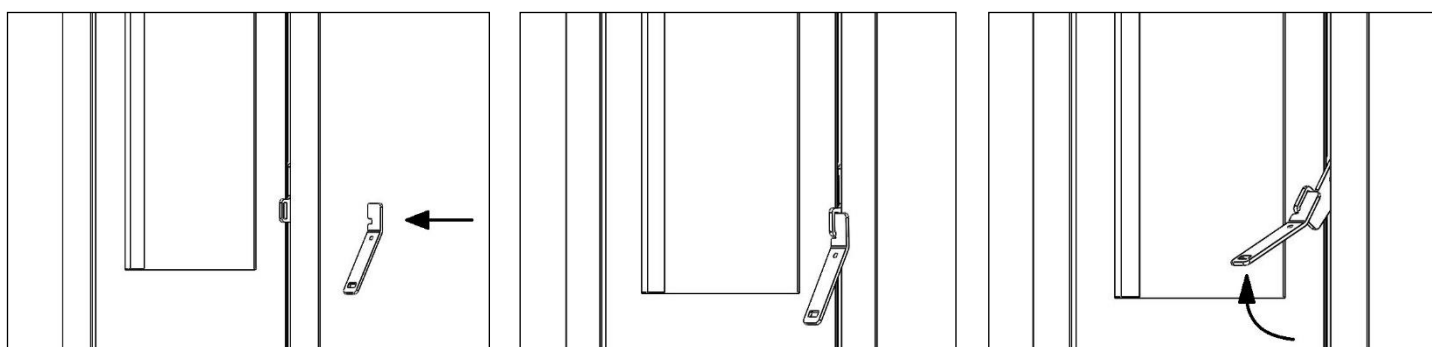

Fig. 10.1
- Ouvrez la porte du poêle avec la poignée fournie dans le sac d'accessoires. Pour ce faire, vous devez insérer la poignée dans les trous indiqués sur l'image, pousser vers le haut puis tirer pour ouvrir la porte (voir **fig. 10.1**).